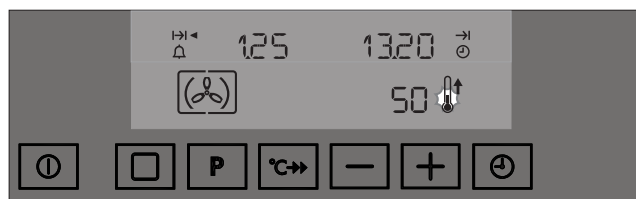

Рис. 27
4. По истечении 5 секунд символ “●” погаснет, указывая на то, что данная температура занесена в память электронного контроллера. Символ термометра будет медленно увеличиваться , указывая на то, до какой степени нагрелась духовка. В верхней части дисплея теперь слева будет высвечиваться длительность приготовления, а справа - время окончания приготовления (Рис. 27).